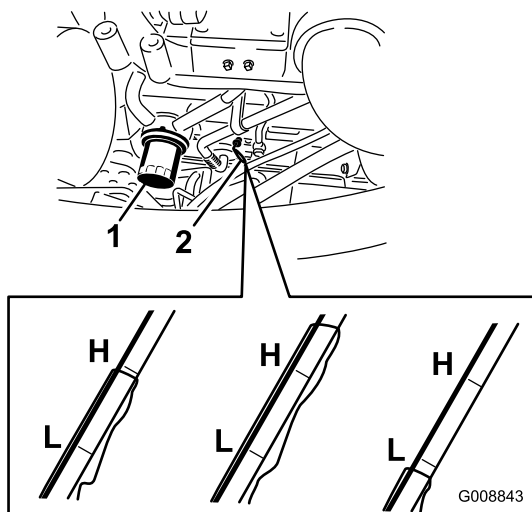

Figura 61
2. Retire la varilla (Figura 61), límpiela, vuelva a colocarla en el tubo y retírela de nuevo. El nivel de aceite debe llegar a la marca Lleno.
2. Retire el filtro de aceite (Figura 61). Aplique una capa ligera de aceite limpio al filtro nuevo antes de enroscarlo. **No apriete demasiado.**